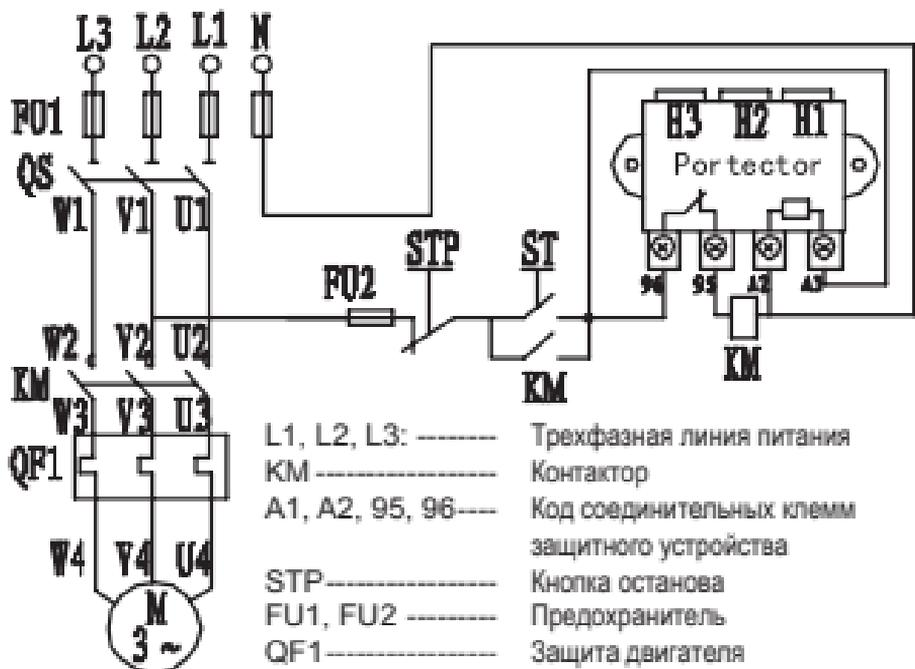

Рис. 4. Схема подключения цепи управления перем. тока 220 В
5.1 Схема подключения цепи управления перемен. тока 220 В показана на рис. 4.